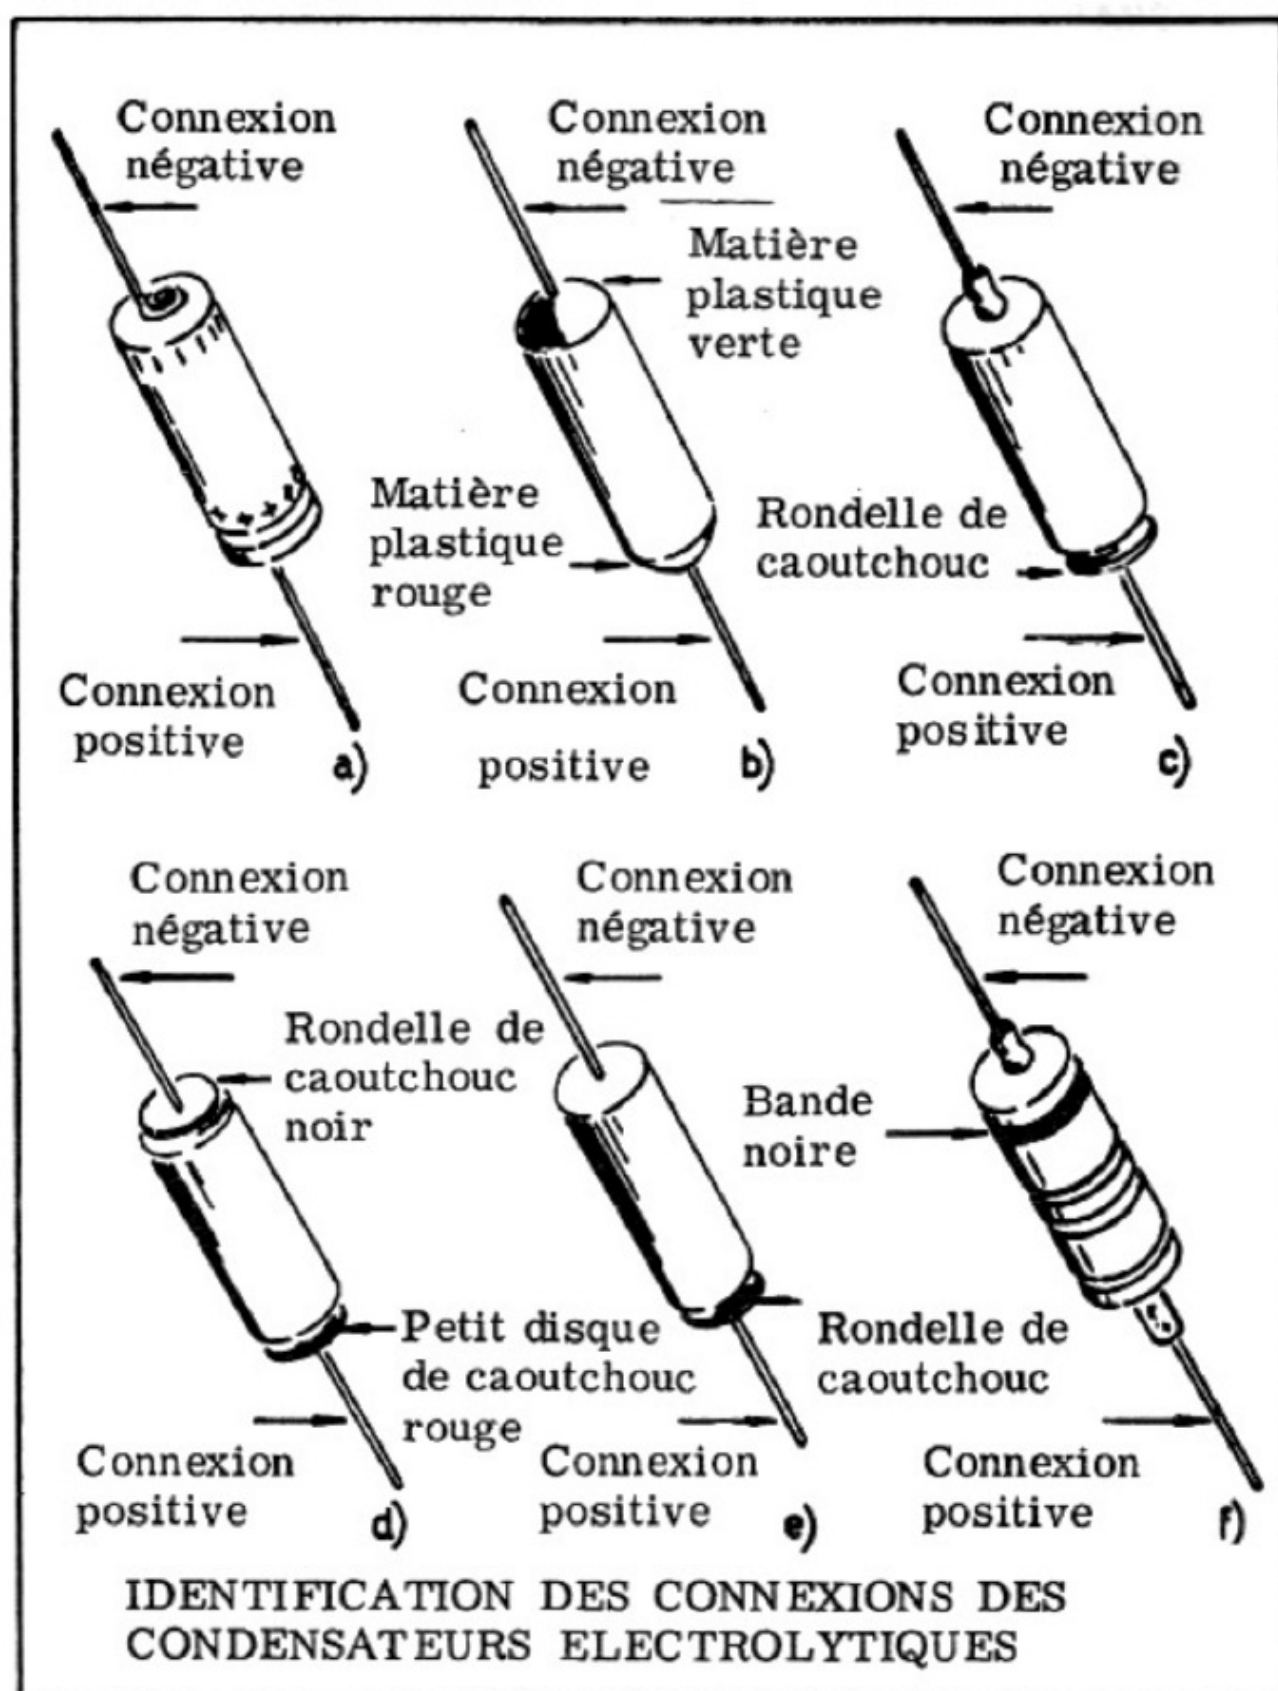

Figure 4
Les polarités peuvent aussi être indiquées de plusieurs autres façons, comme représenté *figure 4*.
La *figure 4 - a* montre le condensateur électrolytique normal, portant en clair l'indication des polarités.
Sur la *figure 4 - b* le pôle positif se trouve à l'extrémité colorée en rouge, alors que le pôle négatif, du côté opposé, est peint en vert.
Sur la *figure 4 - c* le pôle positif est repéré par une rondelle de caoutchouc placée sur le corps du condensateur.
La *figure 4 - e* montre un type de condensateur similaire à celui de la *figure 4 - c*, mais de forme légèrement différente ; ici aussi le pôle positif est repéré par une rondelle de caoutchouc.
La *figure 4 - f* représente un autre type de condensateur dans lequel le pôle négatif est repéré par un petit cercle noir à son extrémité.
f) Disposez le condensateur électrolytique C1 de 250 uF entre l'oeillet de la cosse CA4 et la languette de la cosse CA8. Soudez le pôle positif (que vous pourrez reconnaître en vous reportant à la *figure 4*) sur la languette de la cosse CA8 - et le pôle négatif sur l'oeillet de la cosse CA4.